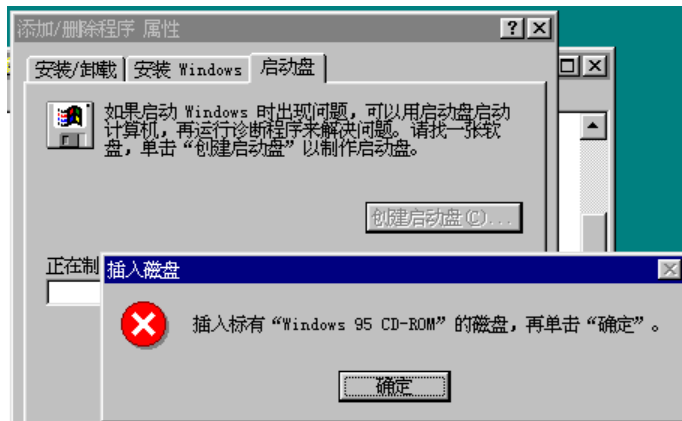

图 9-3 制作启动盘（3）
3) 在添加/删除程序对话框中选择启动盘一页，单击“创建启动盘”按钮，系统提示“插入标有‘Windows 95 CD-ROM’的光盘并单击‘确定’”，分别插入用做启动盘的软盘和用于安装 Windows 95 的 CD-ROM，确定即可，如图 9-3 所示。